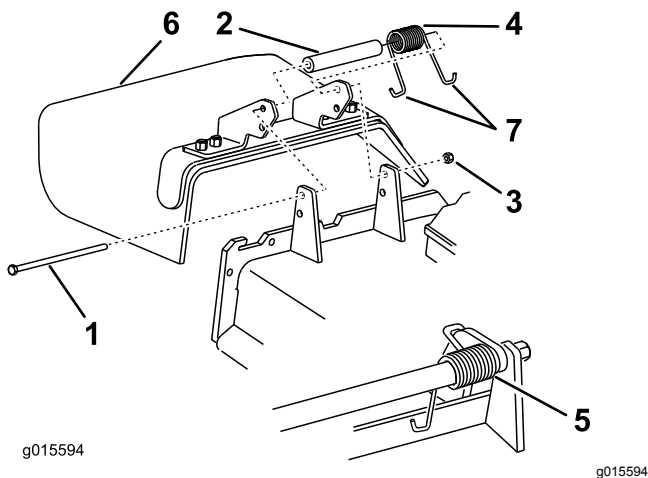

Figura 85
1. Retire la contratuerca, el perno, el muelle y el espaciador que sujetan el deflector a los soportes de pivote (Figura 85).
**Nota:** Asegúrese de colocar un extremo con gancho en J del muelle detrás del reborde de la carcasa antes de instalar el perno, según se muestra en Figura 85.
6. Coloque 1 extremo en J del muelle alrededor del deflector de hierba (Figura 85).